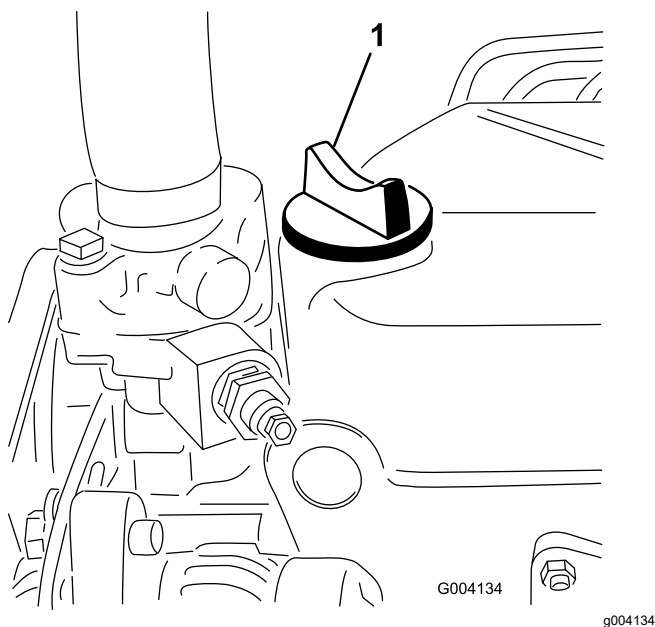

Figure 25
- Si le niveau n'atteint pas le repère maximum, enlevez le bouchon de remplissage (Figure 25) et faites l'appoint jusqu'à ce que le niveau correct soit atteint. **Ne remplissez pas excessivement.**